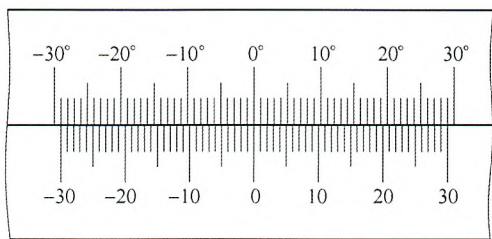

图4 自由状态时主尺盘与游标盘外圆周面展开
(1) 图4是游标盘和主尺盘处于中间位置即“0”刻度线重合时的示意图。